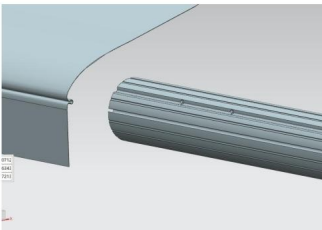
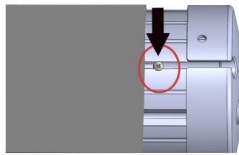
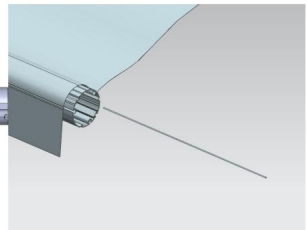

Figura D10
Figura D11
Figura D12
3.5 Aprire il tessuto, inserire il tessuto nella fessura del tubo avvolgitore, quindi inserire l'estremità anteriore del tessuto in un'altra fessura sul tubo del rotolo, quindi fissare il Avvitare B per evitare che il tessuto si muova, quindi inserire la striscia di tessuto in la fessura. (Figura D10, Figura D11, Figura D12)